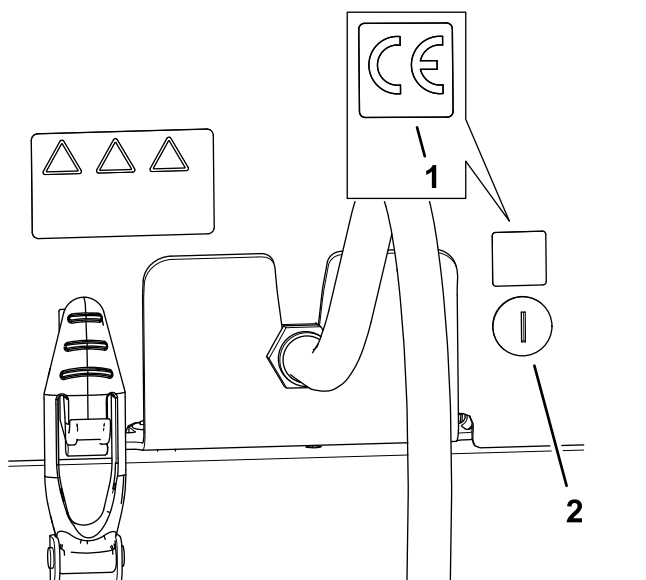

図 34
1. 消毒用アルコールときれいなウェスで、フードロックを取り付けた場所の隣の部分をきれいにぬぐって表面を乾燥させる 図 34。